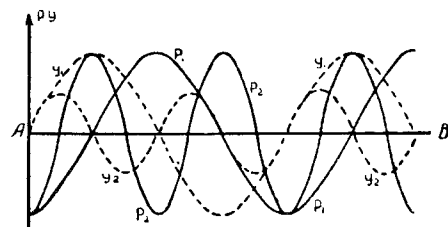

Рис. 3
Наиболее важным обстоятельством, на которое надо обратить внимание, является та зависимость обеих величин—давления и перемещения—от частоты или, что то же, от длины волны данного звука. Эта зависимость изображена на рис. 3. Именно, звук данной интенсивности, но более низкий, имеющий поэтому большую длину волны, характеризуется большими амплитудами перемещений (Y), чем звук той же интенсивности (прежняя амплитуда давлений $P_1=P_2$), но большей высоты (т. е. с меньшей длиной волны).